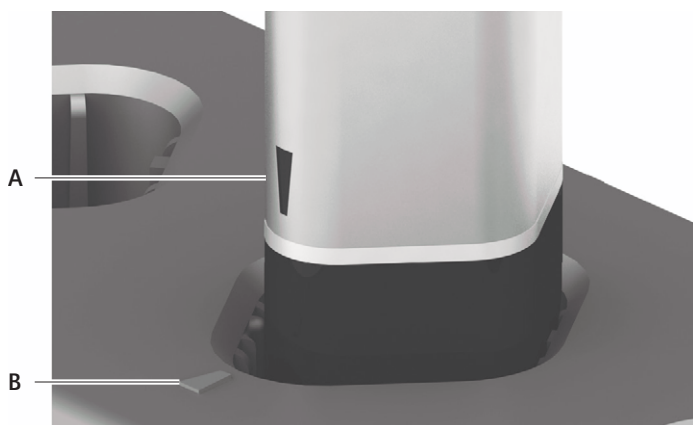

Fig. 1 Insertar el acumulador en el compartimento de carga.
- Introducir el acumulador en el compartimento de carga con los contactos hacia abajo de modo que la marca del acumulador **A** coincida con la marca del compartimento de carga **B**, ver Fig. 1.